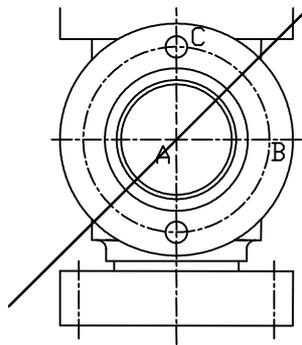

图 3-9 绘制平分已知角 $\angle BAC$ 的构造线
(2) 绘制出如图 3-9 所示的平分已知角 $\angle BAC$ 的构造线。